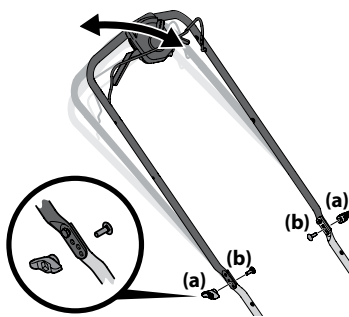

Figure 2-14
1. Retirez les écrous papillon (a) et les boulons de carrosserie (b) du guidon. Voir Figure 2-14.
2. Ajustez le guidon dans l'une des trois positions. Voir l'encadré de la Figure 2-14.